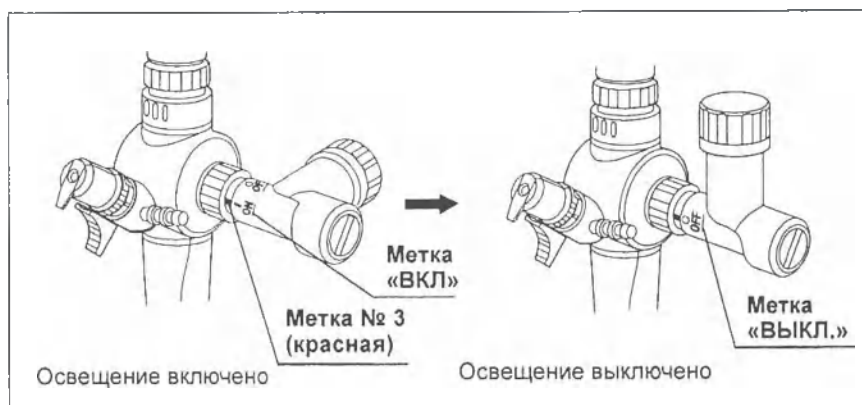

Рис. 4.9
2. Чтобы выключить лампу, поверните миниатюрный источник света, совместив метку «ВЫКЛ.» с красной меткой № 3 (см. Рис. 4.9).